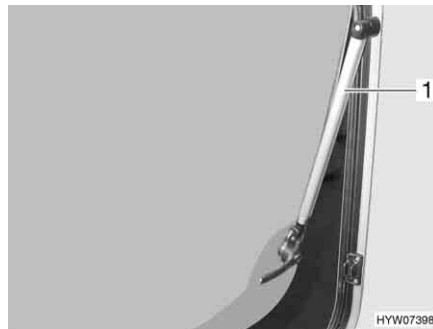

Fig. 80 Fenêtre projetante avec bras automatiques
- Ouvrir la fenêtre projetante jusqu'au cran d'arrêt souhaité. Le bras automatique (Fig. 80,1) s'enclenche automatiquement.